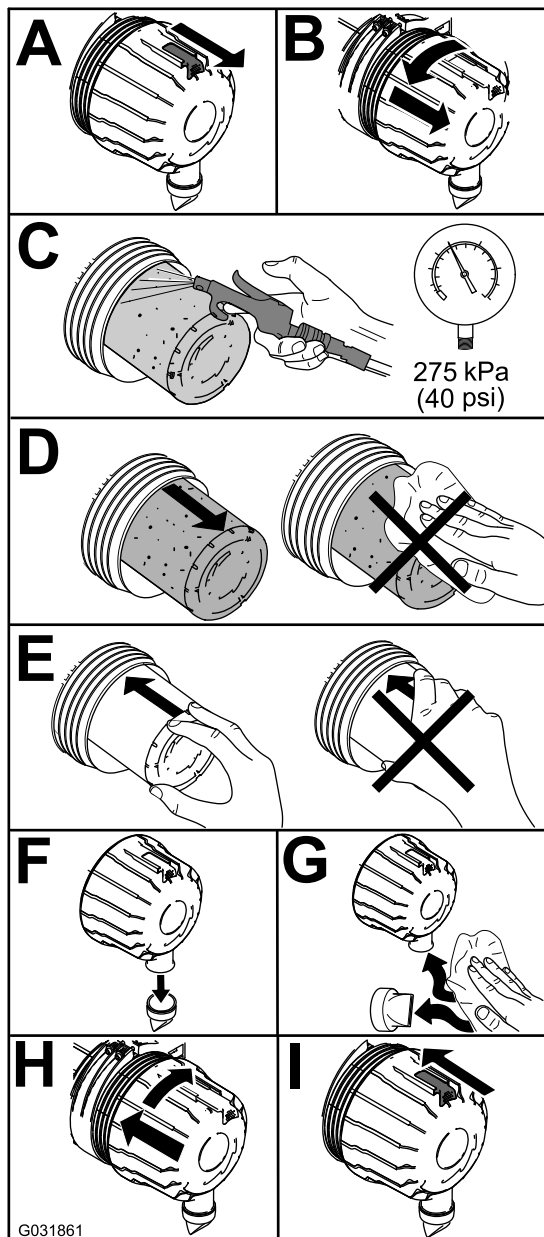

Bild 56
1. Tauschen Sie den Luftfilter aus (Bild 56).